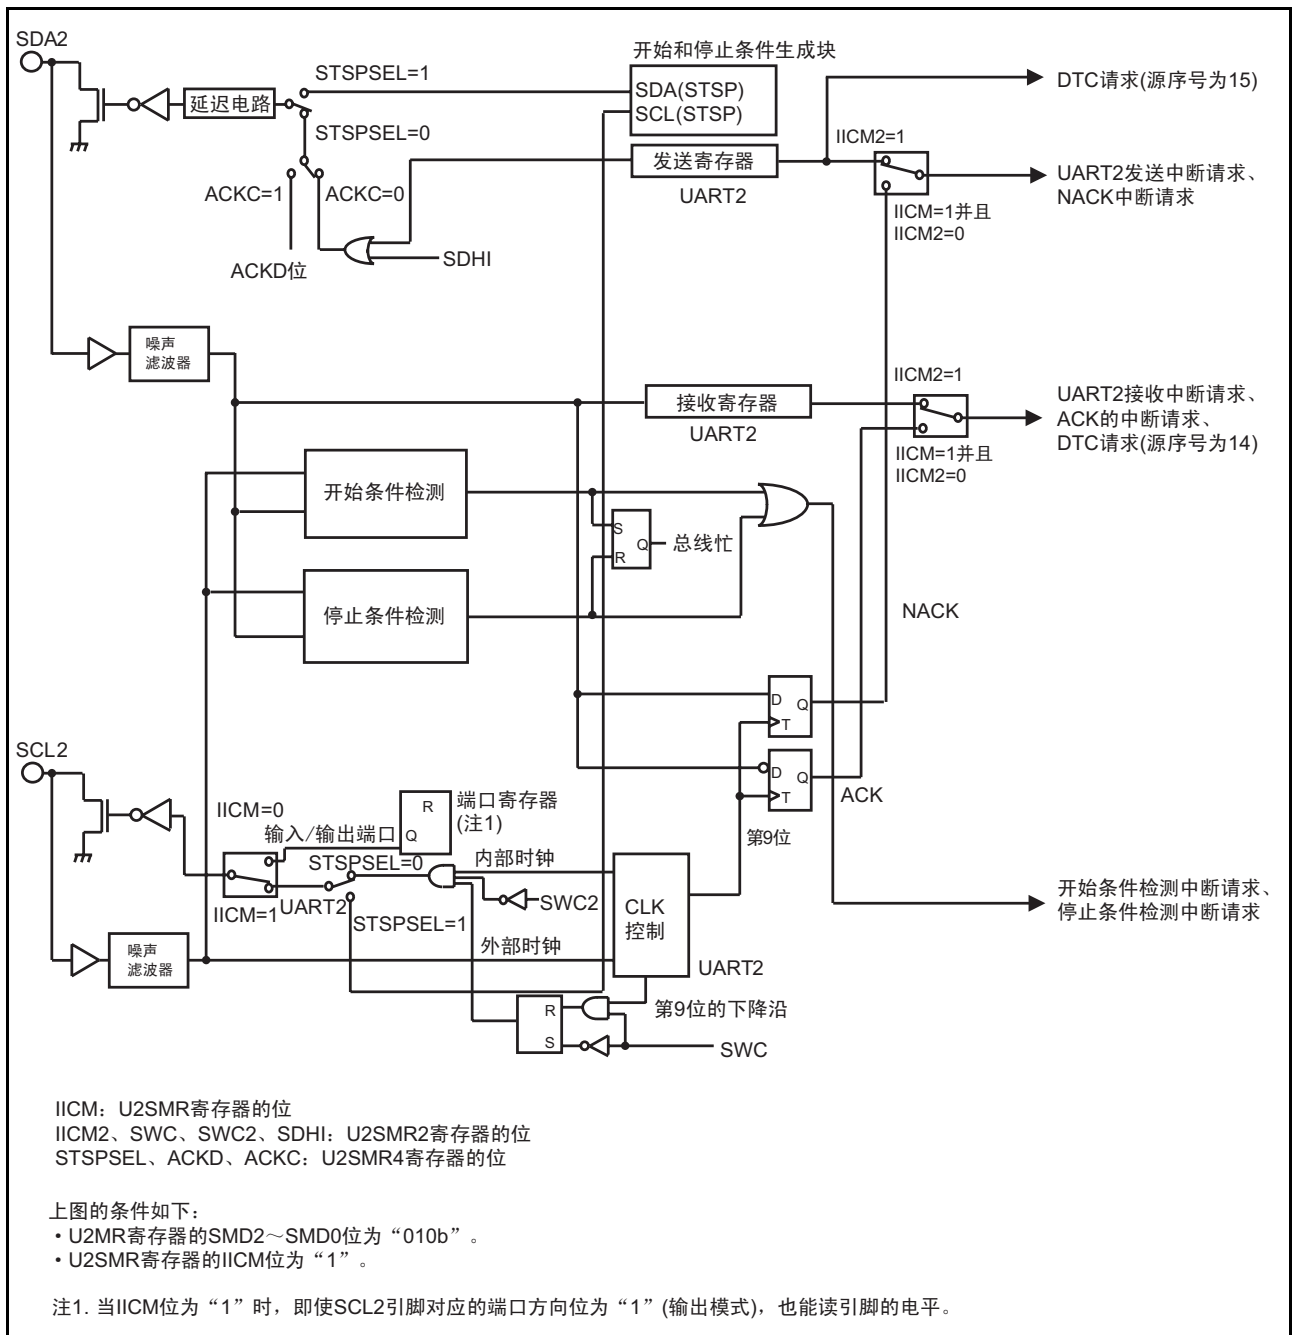
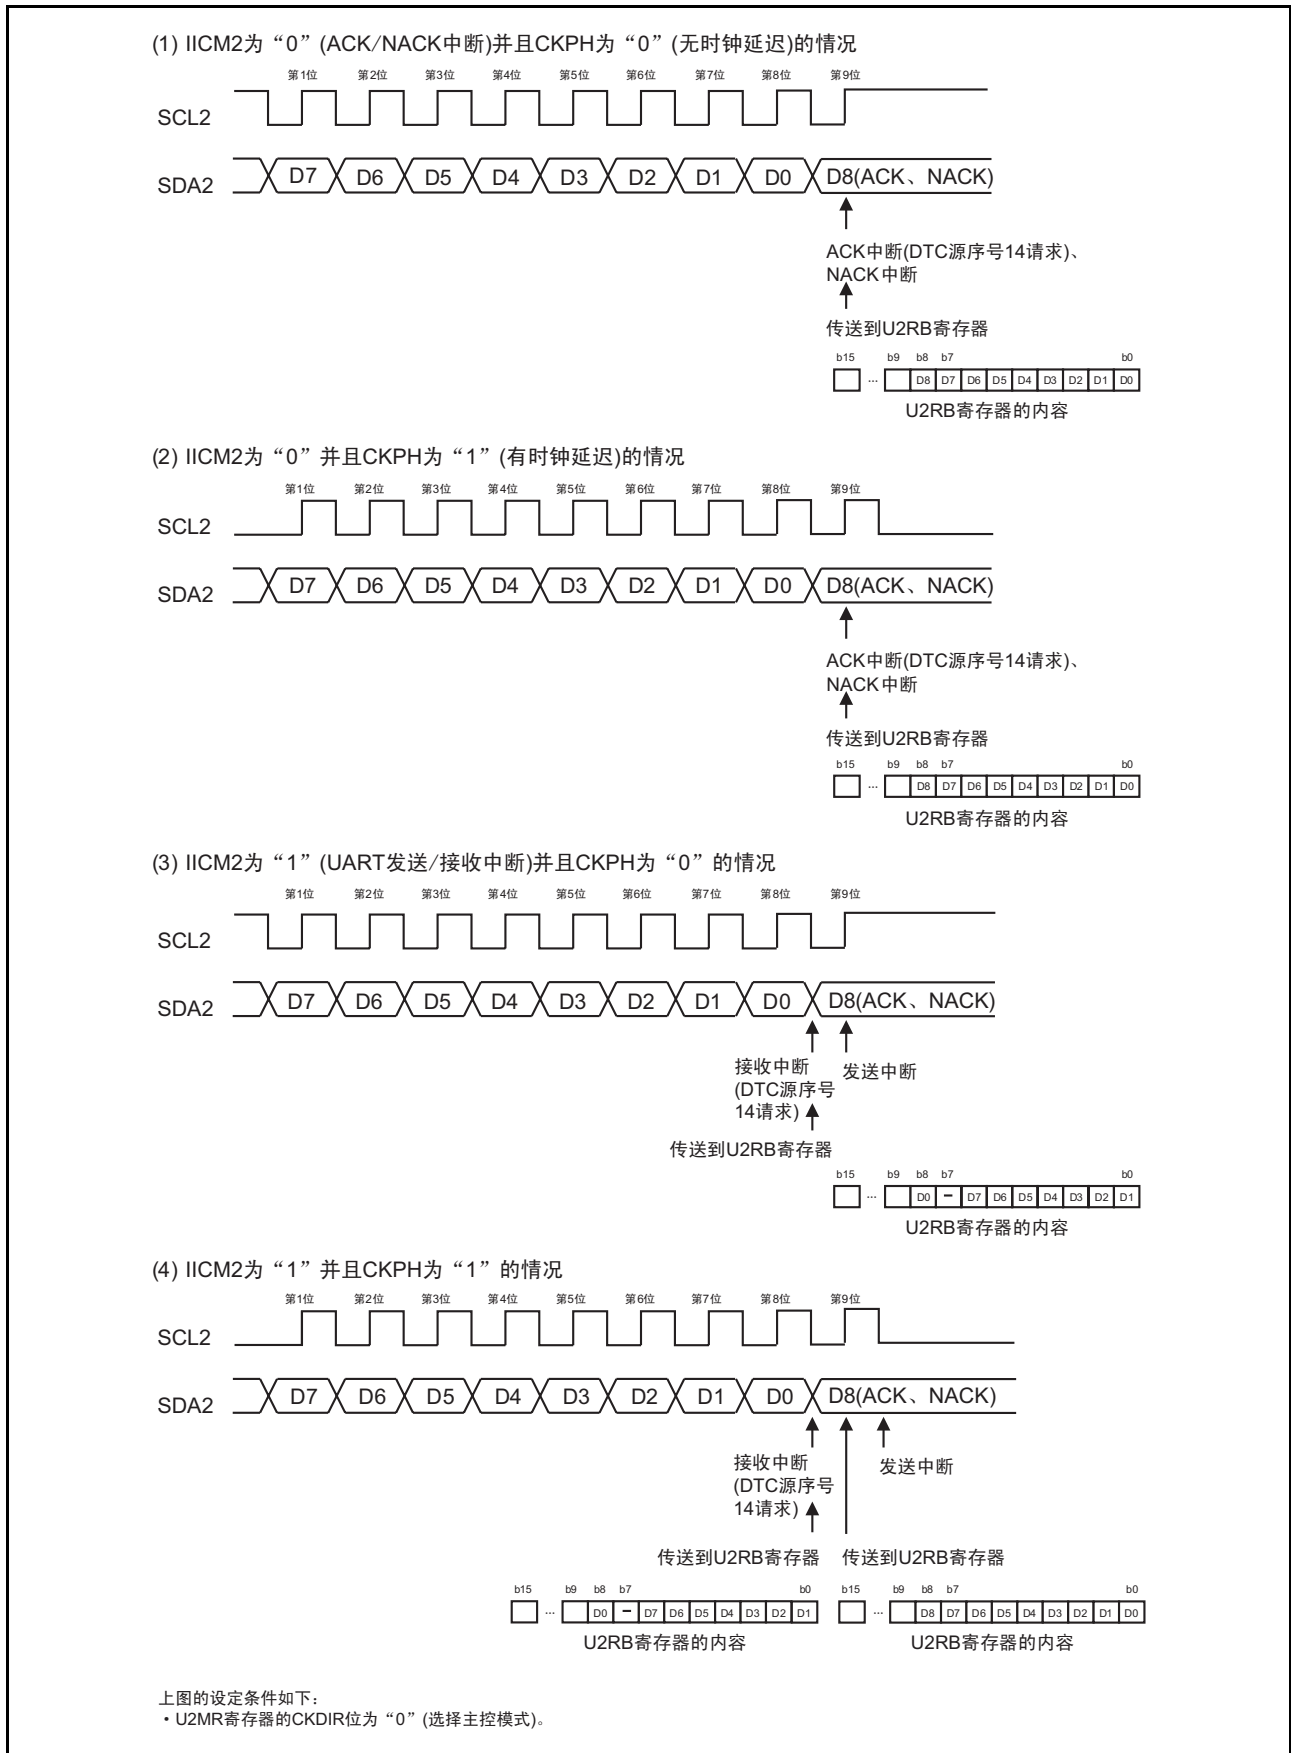

图 23.13 I²C 模式的框图
图 23.14 U2RB 寄存器的传送和中断时序
I²C 模式是对应简易型 I²C 接口的模式。I²C 模式的规格和 I²C 模式的各功能分别如表 23.9 和表 23.12 所示，I²C 模式中使用的寄存器及其设定值如表 23.10 ~ 表 23.11 所示，I²C 模式的框图如图 23.13 所示，U2RB 寄存器的传送和中断时序如图 23.14 所示。
- 注 6. 参照“图 23.14 U2RB 寄存器的传送和中断时序”。
通过如“图 23.14 U2RB 寄存器的传送和中断时序”所示的传送时钟进行发送和接收。